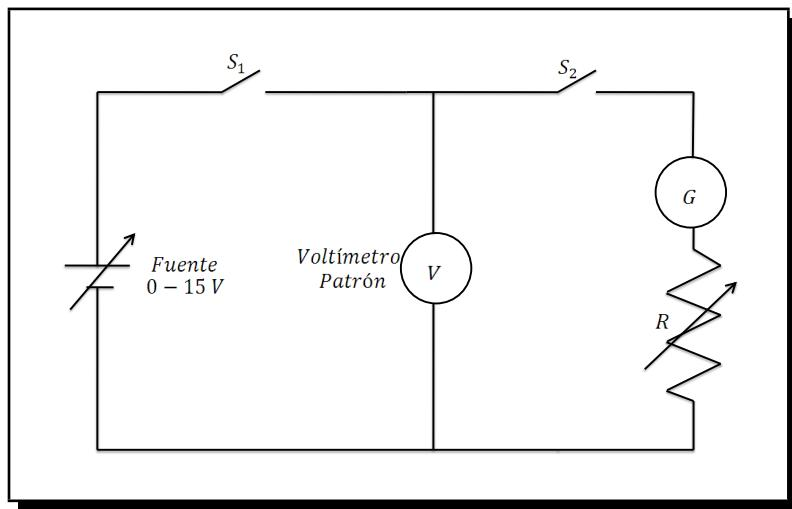

Figura 3.21: Circuito para convertir un galvanómetro en un voltímetro
- Realizar el montaje indicado en la Figura 3.21 y ajustar el valor de R_m calculado en la década de resistencia R_1 . Con voltaje nulo en la fuente cierre los interruptores S_1 y S_2 y proceda a aumentar gradualmente el voltaje, desde cero hasta llevar el galvanómetro al fondo de escala.